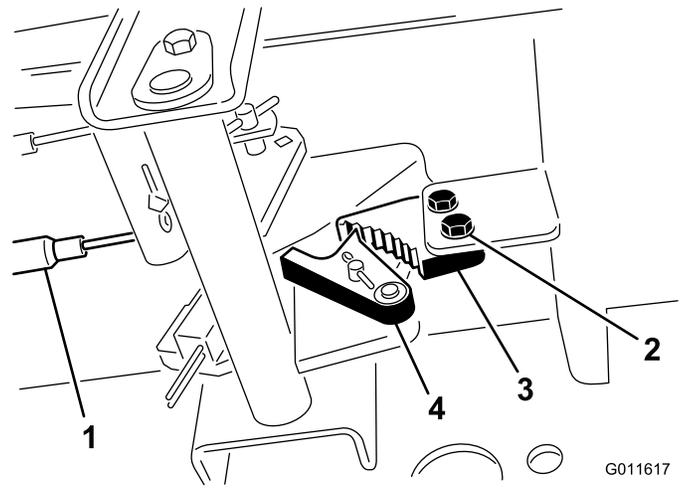

**Figura 109**
5. Para reducir el recorrido libre del pedal de freno, afloje las contratuercas delanteras del extremo roscado de cada cable de freno (Figura 109).